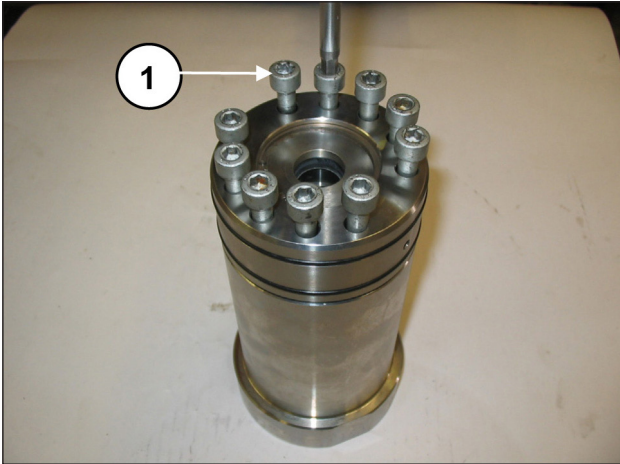
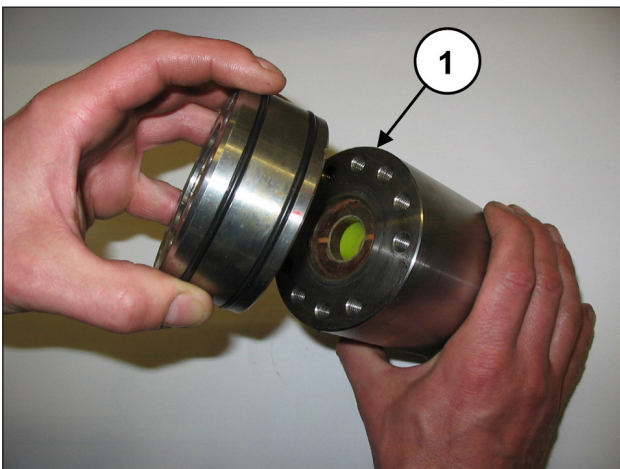

Abb. 110
Abb. 111
Lösen Sie die Befestigungsschrauben M8x50 des Halters an der Buchse (Pos. ①, Abb. 110) und trennen Sie dann den Halter von der Buchse (Pos. ①, Abb. 111).